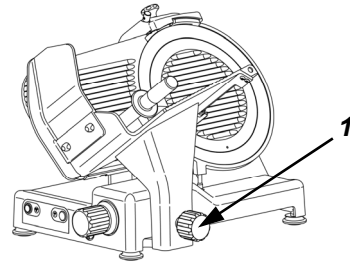

Abb. 35
- überprüfen, ob der Teller mittels Festklemmdrehgriff gut befestigt worden ist (Abb. 35 Detail 1);